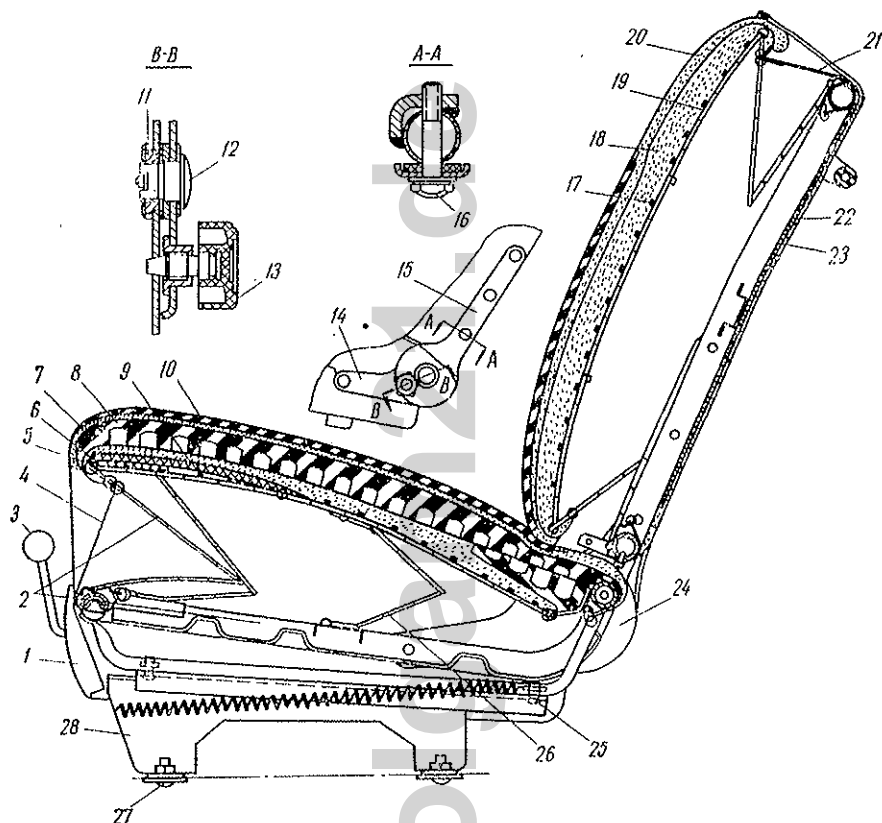
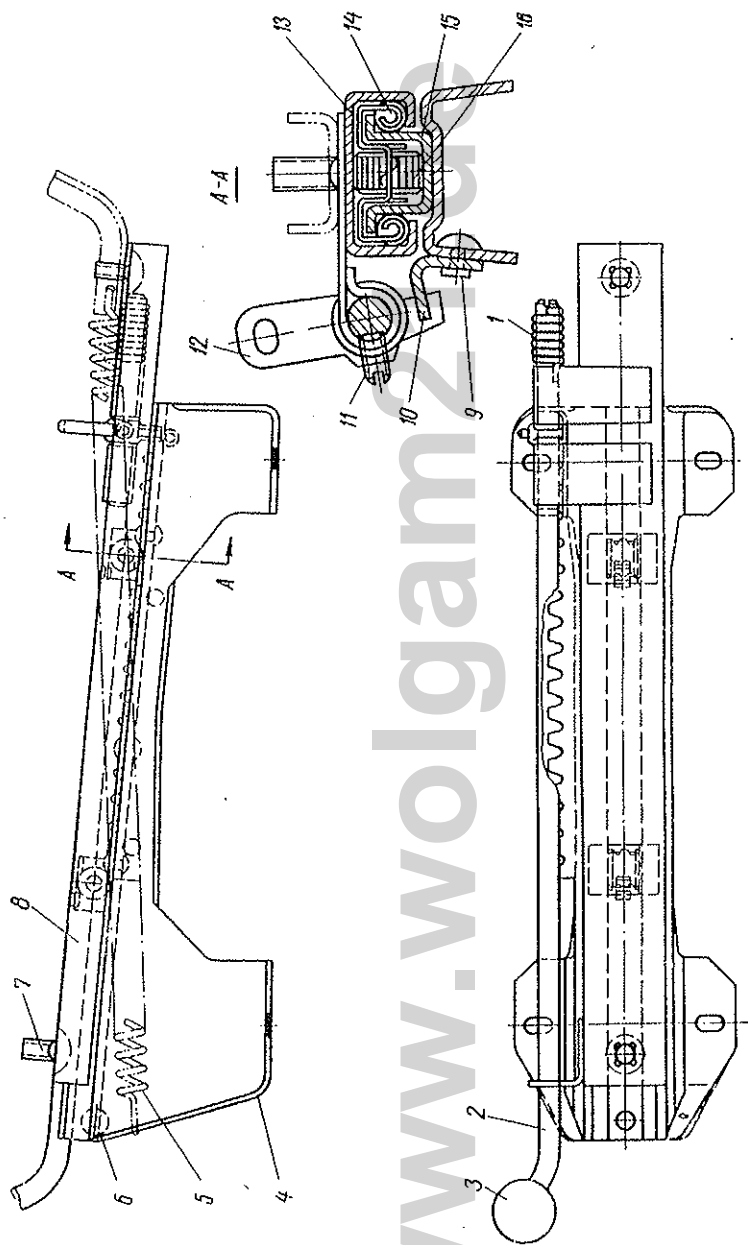

Bild 339 Vordersitze:
Bild 340 Schlitten:
Die Vordersitze (Bild 339) für zwei Personen haben eine weichgepolsterte Rückenlehne, die sich nach hinten umklappen läßt und Schlafgelegenheit bei langen Reisen bietet. Die Vordersitzbank ist auf einem speziellen Schlitten (Bild 340) angeordnet; dieser gestattet eine horizontale Verstellung der Sitzbank im Bereich von 110 mm und das Rasten in zwölf Stellungen je nach Größe des Fahrers.
Die Rückenlehne und das Sitzkissen werden einzeln zusammengesetzt und in bezogenem Zustand mit speziellen Scharnieren (rechts und links) verbunden. Das Scharnier (siehe Bild 339) besteht aus zwei Gliedern 14 und 15, die durch Achse 12 miteinander verbunden sind. Die ständige gegenseitige Lage der Glieder, die der normalen Lage der Rückenlehne entspricht, wird durch eine Raste gesichert. Die Raste 13 stellt eine Schraube dar, an deren einem Ende sich ein Kunststoffgriff und anderem Ende ein Kegel befinden. Der Gewindeteil der Raste ist in das obere Scharnierglied geschraubt. Der Kegelteil kommt bei weiterem Einschrauben der Raste in das Kegelloch des unteren Glieds, und dementsprechend wird die Rückenlehne in normaler Fahrstellung festgemacht.
Bild 340 zeigt die Bauart des Sitzschlittens, Griff 3 dient dazu, die Lage der Sitzbank zu regeln.
— Sitzbänke absetzen, dazu die Muttern der Schrauben 27 (Bild 339) losschrauben. Die Befestigungsstellen der vorderen Sitzbank am Schlitten befinden sich am Boden der Karosserie unter der Sitzbank, und zwar je vier rechts und links.
- Rückenlehnenplatte 22 (siehe Bild 339), dazu deren Befestigungsschrauben lösen.